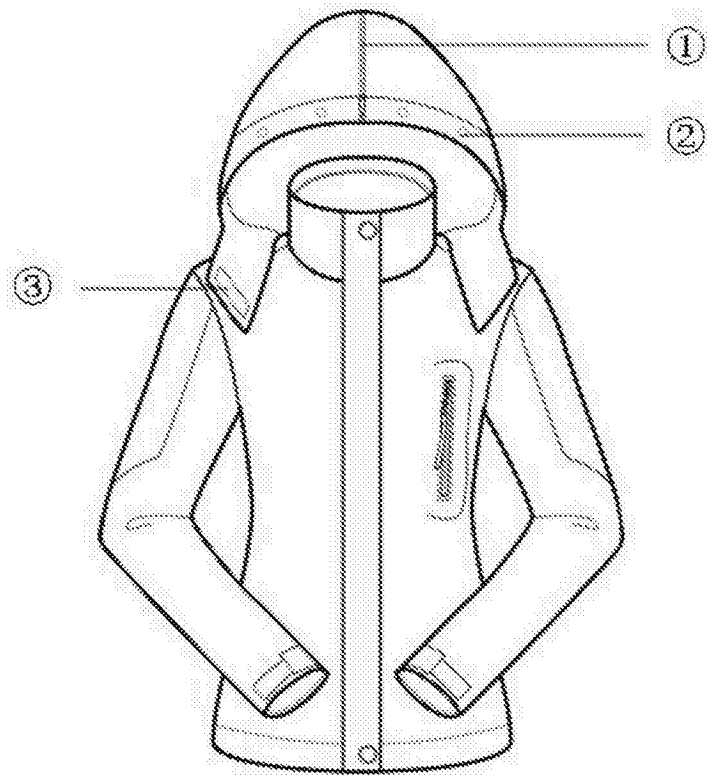
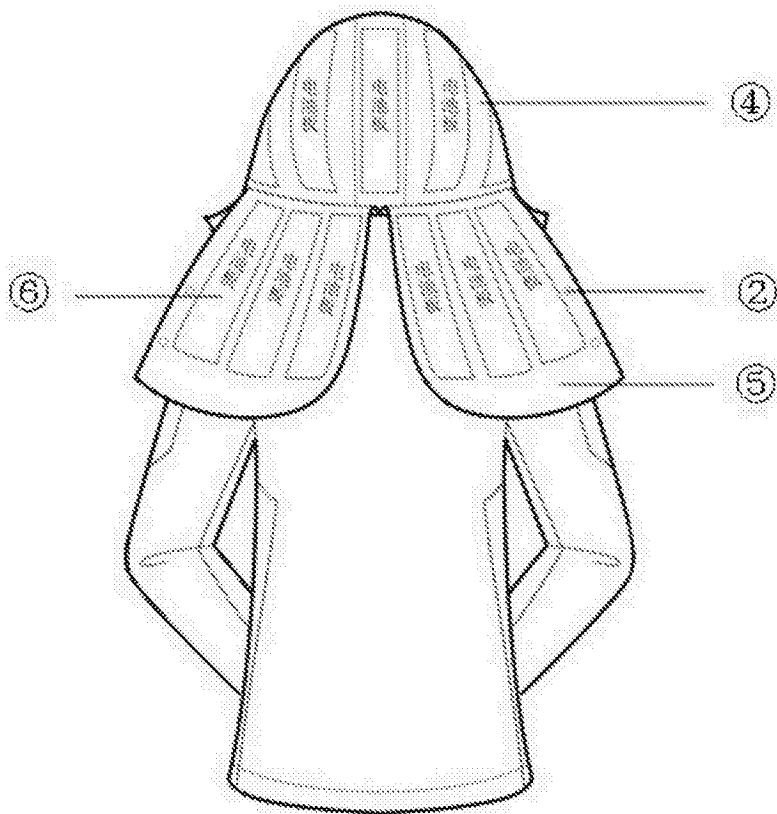

图 1
图 3
[0007] 图 1 是本实用新型常规穿着时的正面图。
[0009] 图 3 是本实用新型工作状态时的背面图。
[0011] 图 1 至图 3 中,①为外层帽子中部的拉链,②是固定两层帽子的暗扣,③是 USB 接口的位置,④是内层帽子,⑤则是外层帽子的展开图,⑥为单片太阳能电池板。